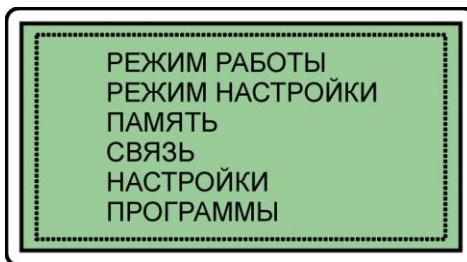

Рис. 6.1 *Основное меню дефектоскопа*
6.1.1.2 Для вызова основного меню дефектоскопа однократно нажать кнопку "❖" МЕНЮ (рис. 6.1).